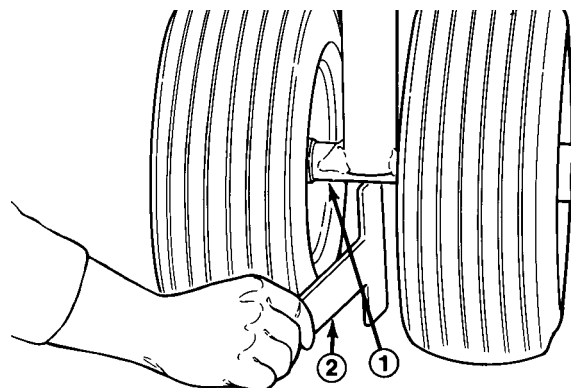

Fig. 12
- Lad den korte ende af rammehøjdemåleren glide under forakslen for at kontrollere højden. Måleren bør være i kontakt med akslen, når den er på jorden. Kontrollér begge sider (fig. 12).